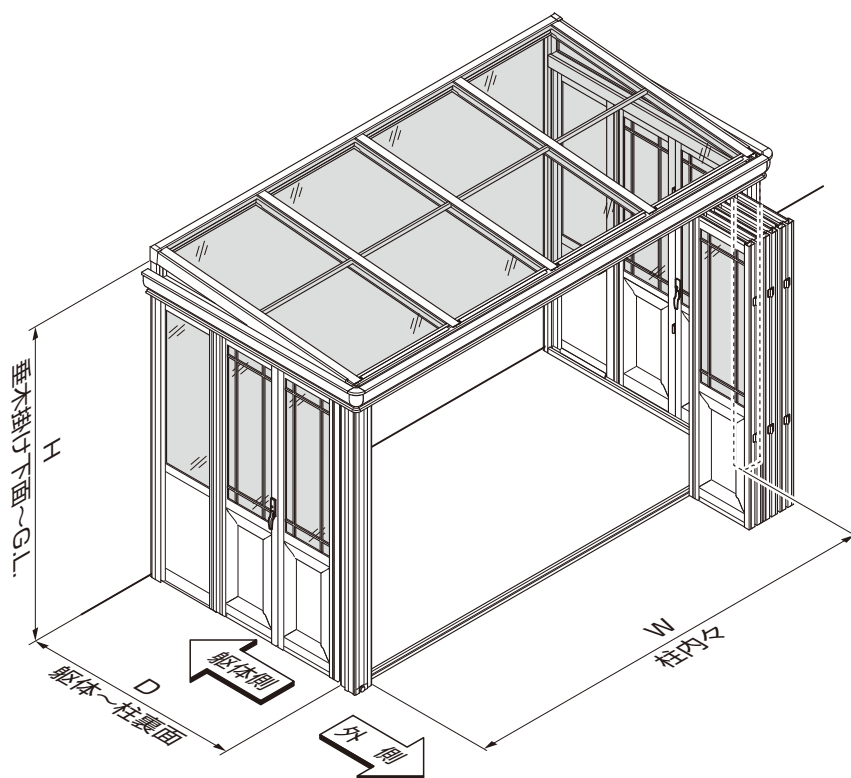

図1-2
- ④束柱の位置から、両側の柱位置を決めてください。
- ⑤基準となる箇所の寸法を図1-2を参照し、必要部分の墨出しをしてください。